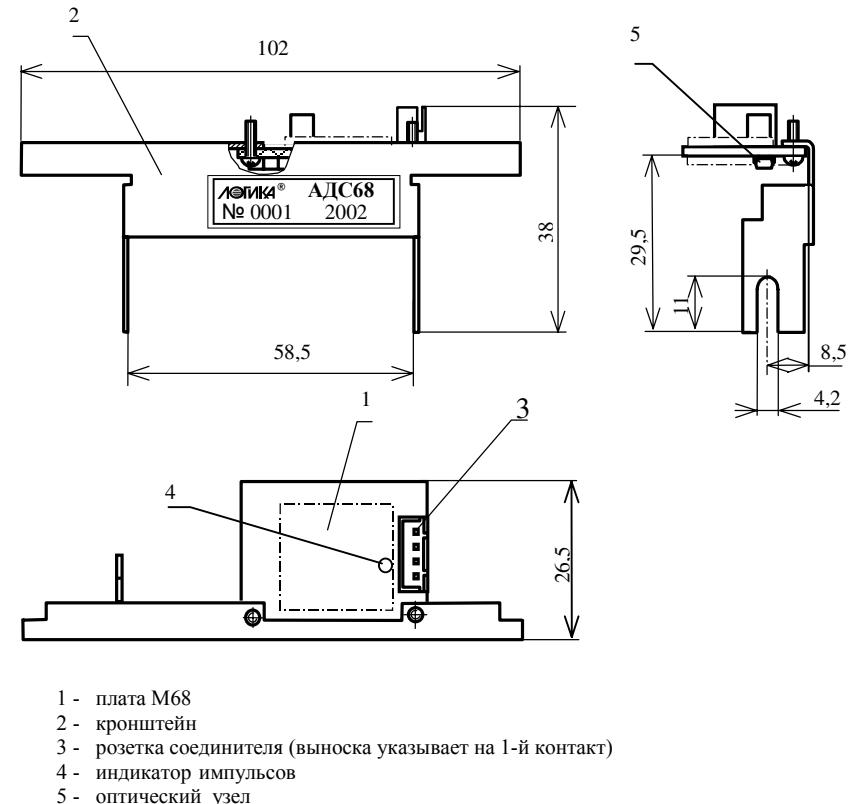

Рисунок 2 - Вид адаптера АДС68.01(02) в 3-х проекциях
4.2 Конструктивно адаптер АДС68.01(02) представляет собой печатную плату, с установленным на ней оптическим узлом, и кронштейн, посредством которого адаптер крепится в счетчике (рисунок 2). Оптический узел адаптера включает один источник инфракрасного излучения и два приемника. Положение оптического узла относительно нижнего диска счетчика показано на рисунке 3. Адаптер АДС68.03 представляет собой только печатную плату без кронштейна (рисунок 2а). Для крепления АДС68.03 предусмотрены два отверстия диаметром 3мм.
Рисунок 2а – Вид адаптера АДС68.03